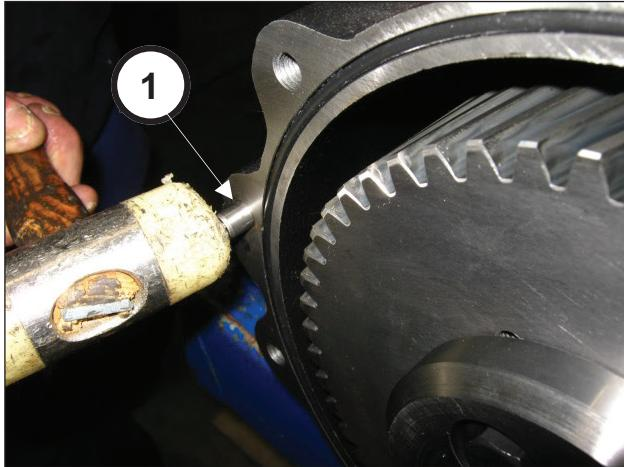

Fig. 83
Appicare le 2 spine Ø10x24 alla scatola riduttore (pos. ①, Fig. 83) e inserire l'O-ring (pos. ①, Fig. 84).